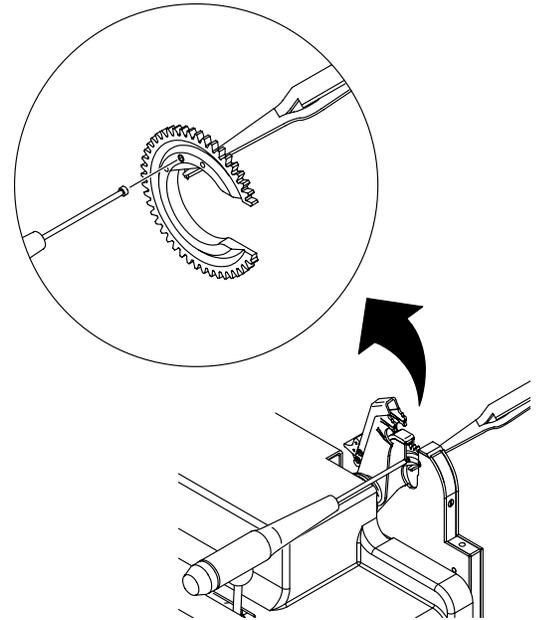

図 60：電極を取り外す
4. 電極の止めネジを取り外します。図 60 をご参照ください。